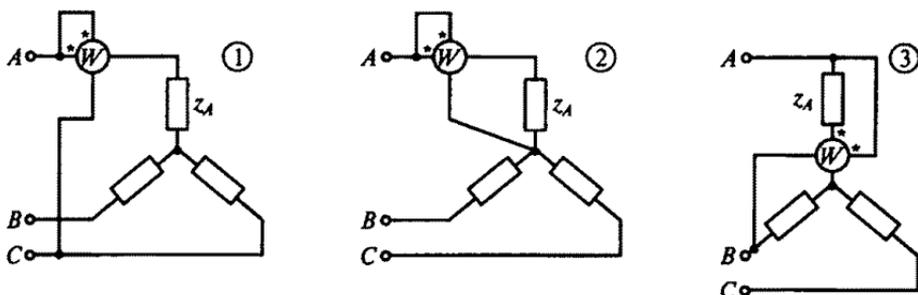

Рис. 168
5.31. С помощью какой из трех схем, показанных на рис. 168, можно измерить активную мощность цепи в фазе А?